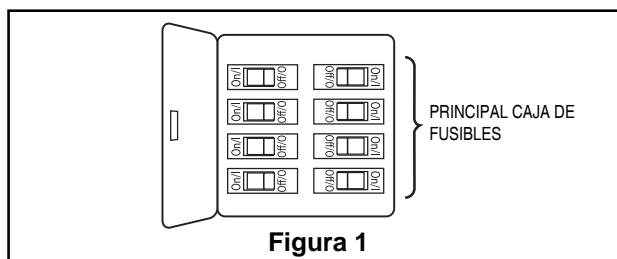

Figura 1
Para evitar una posible descarga eléctrica, asegúrese de cortar la alimentación eléctrica de la caja de fusibles principal antes de colgar el ventilador. (Figura 1)
1. Extraiga una de los tornillos de hombro en el soporte del gancho. Afloje el segundo tornillo de hombro sin extraiga completamente. Instale la cubierta rotando la ranura clave en la cubierta sobre el tornillo de hombro del soporte del gancho. Fije el tornillo de hombro. Instale adecuadamente y fije el segundo tornillo de hombro que fue anteriormente guardado. (Figura 1)
1. Coloque el aspa sobre el soporte de aspas con los pilotes roscados a la vista. Asegúrese de que la parte inferior del aspa se encuentre bien apoyada sobre el soporte. Con un destornillador Phillips, fije los arandela de cabeza del tornillo de #8-32 x 8 mm y arandela de fibra para asegurar la placa en el brazo de sujeción de las palas. (Figura 1)